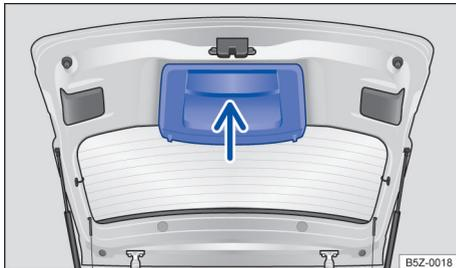

Fig. 57 Tampa traseira aberta: rebaixo para puxar.
- Segurar no rebaixo do revestimento interno da tampa traseira → Fig. 57 (seta).